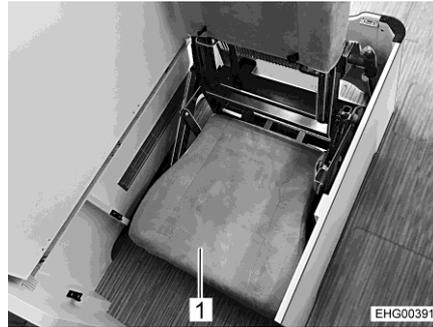

Fig. 22 Assise du siège, abaissée
- Saisir l'assise du siège (Fig. 22,1) par l'avant et l'arrière et la faire pivoter d'un coup vers l'avant et le haut.